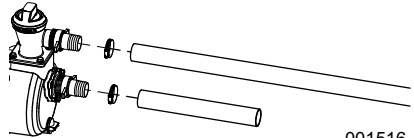

Figura 2-5. Conexión típica de manguera
3. Consulte la **Figura 2-5**. Para conectar la manguera de succión flexible a la brida (parte inferior), deslice la manguera sobre el conector con lengüetas y fíjela con una abrazadera de manguera.